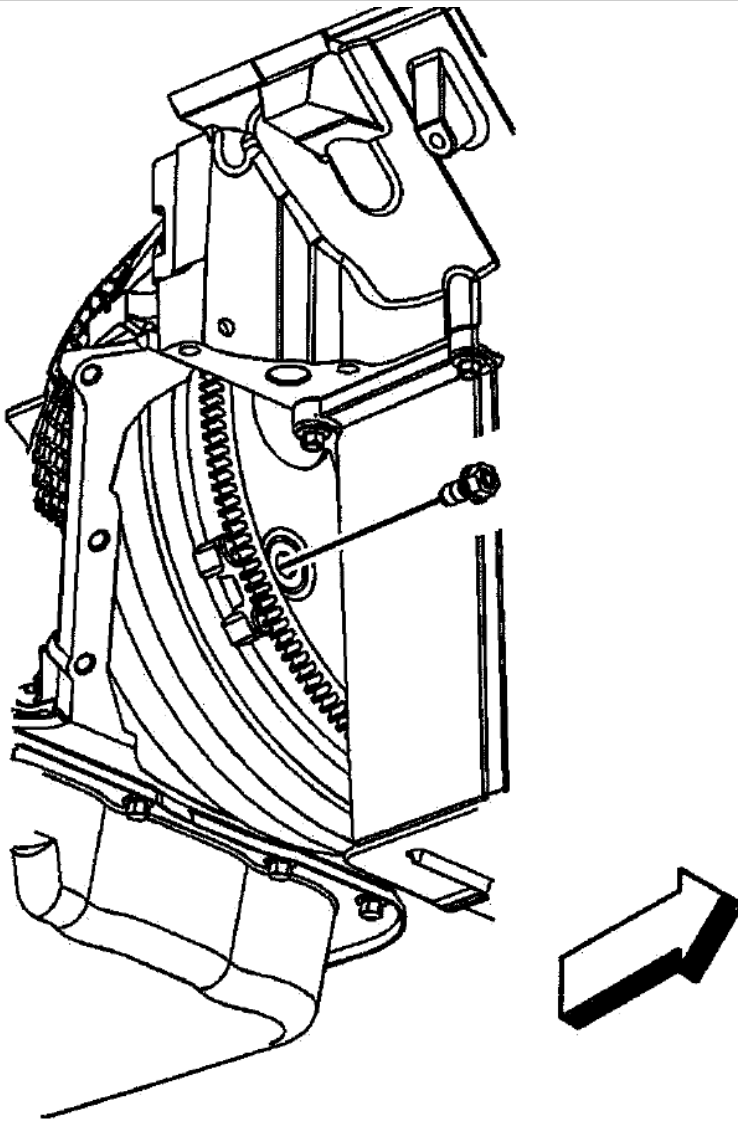

FIGURE 2
6. Poser les boulons de fixation de convertisseur de couple, comme indiqué à la figure 2, par le trou du démarreur. Poser un boulon en le serrant à la main, tourner le moteur puis poser le prochain boulon en le serrant à la main, tourner le moteur, puis poser le dernier boulon. Serrer à 65 Nm (48 lb pi). Tourner le moteur pour serrer les boulons restants. Si le moteur est tourné au moyen du boulon d'amortisseur de vibrations, le faire tourner uniquement dans le sens horaire (en se tenant devant le moteur). Le boulon de l'amortisseur de vibrations doit uniquement être tourné dans le sens de serrage. Remarque : en cas de réutilisation des boulons de convertisseur de couple, nettoyer le filetage des boulons et appliquer un composé d'étanchéité.